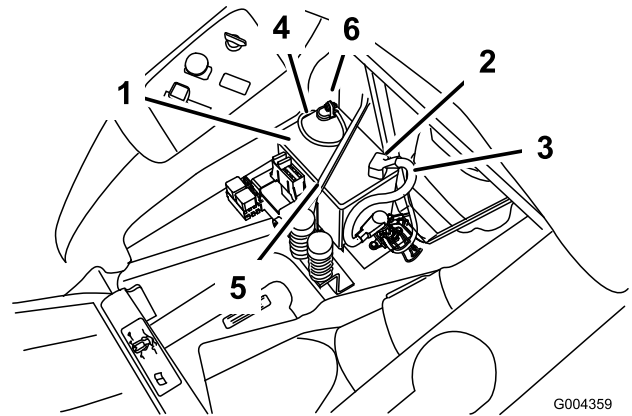

Figura 42
4. Desconecte el cable negativo de tierra (negro) del borne de la batería (Figura 42).
5. Deslice hacia arriba la cubierta de goma del cable positivo (rojo). Desconecte el cable positivo (rojo) del borne de la batería (Figura 42).
6. Retire la correa de sujeción de la batería (Figura 42) y levante la batería para retirarla de su bandeja.
1. Coloque la batería en la bandeja, con los bornes hacia el motor (Figura 42).
4. Fije los cables con 2 pernos (1/4 x 3/4 pulg.), arandelas (1/4 pulg.), y tuercas (1/4 pulg.) (Figura 42).
6. Fije la batería con la correa de sujeción (Figura 42).